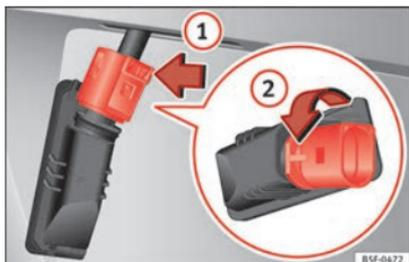

Fig. 122 Luce targa: smontare il portalamпада.
3. Nel blocco del connettore, premere » **fig. 122** nella direzione della freccia **1** e tirare il connettore.